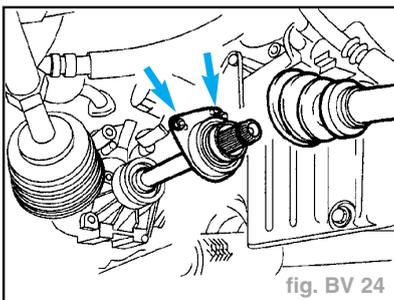

fig. BV 24
- Visser le palier de l'arbre (fig. BV 24).
- Palier central sur support (flèches) (fig. BV 24).